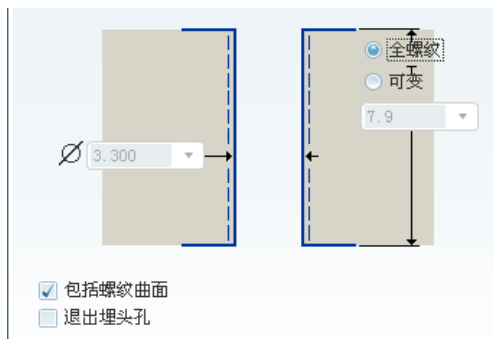
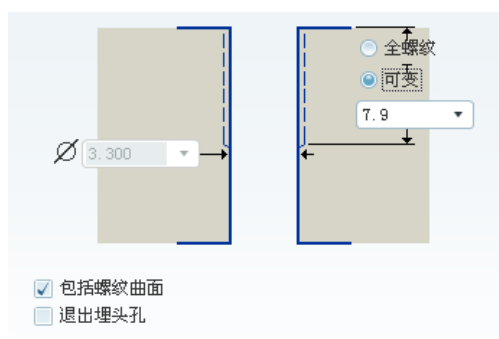

图 5.14.12 全螺纹螺孔
图 5.14.13 深度可变螺孔
Step4. 选择螺孔结构类型和尺寸。在操控板中按下  按钮，再单击 **形状**，再在图 5.14.12 所示的“形状”界面中选中  单选项。
(1) 一般螺孔形式。在操控板中单击 ，再单击 **形状**，系统弹出图 5.14.12 所示的界面，如果选中  单选项，则螺孔形式如图 5.14.13 所示。